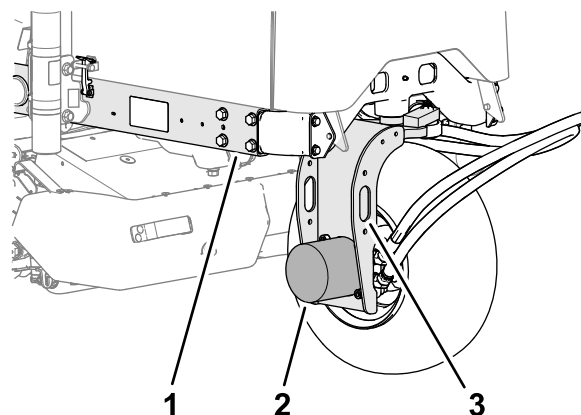

図 55
2. 後輪用フォークにあるロープ掛けポイントにホイストを取り付ける図 55。